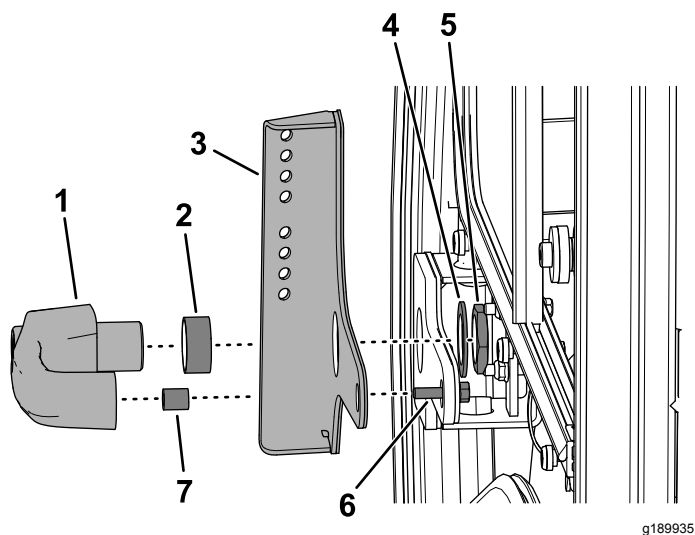

図 4
5. ドアハンドルを取り付ける貼り付けたミラーマウントと保存していた取り付けナット、ワッシャ、フランジヘッドボルト6 x 25mm、スペーサ2個を使用する 図 4。